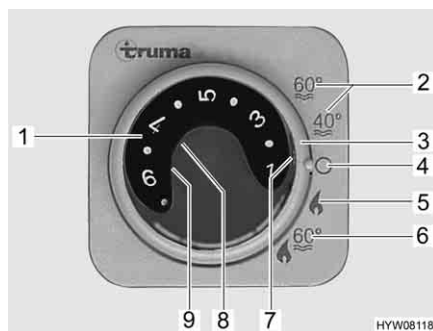

Fig. 57 Centralina di controllo per riscaldamento/boiler
- Impostare la modalità di funzionamento tramite l'interruttore girevole (Fig. 57,3).
A seconda della temperatura ambiente desiderata, il riscaldamento seleziona automaticamente il livello del bruciatore necessario. Al raggiungimento della temperatura ambiente desiderata, il bruciatore si spegne. Durante la modalità di funzionamento "Riscaldamento e boiler" (Fig. 57,6) è riscaldata anche l'acqua nel boiler. Nella modalità di funzionamento "Riscaldamento senza boiler" (Fig. 57,5) è possibile far funzionare il riscaldamento con il boiler vuoto.
- Impostare la manopola della temperatura (Fig. 57,1) sulla centralina di controllo scegliendo la potenza desiderata.
- Posizionare l'interruttore girevole (Fig. 57,3) su funzionamento invernale "Riscaldamento senza boiler" (Fig. 57,5) o "Riscaldamento e boiler" (Fig. 57,6).
Si accende la spia verde di controllo (Fig. 57,7).
- Posizionare l'interruttore girevole (Fig. 57,3) su "O" (Fig. 57,4).